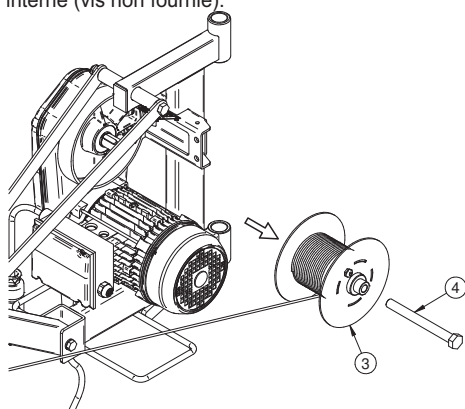

Fig. 4.2
2) Extraire le tambour (Réf.3 Fig. 4.2), s'il reste coincé utiliser une vis 5739 M16x150 (Réf.4 Fig. 4.2) comme extracteur à visser sur l'axe à filetage interne (vis non fournie).